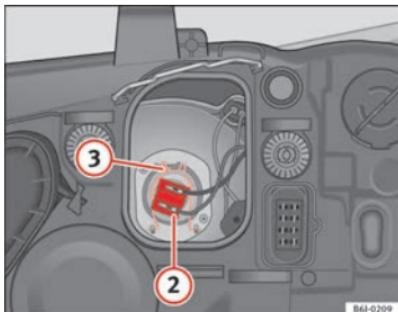

Fig. 138 Luz de cruce
- Extraiga el conector \Rightarrow fig. 138 ② de la lámpara.
- Desenganche el resorte retentor \Rightarrow fig. 138 ③ presionándolo hacia dentro y a la derecha.